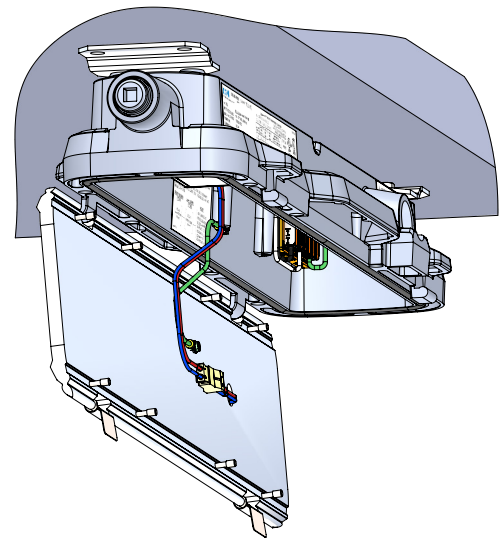

Figure 2. Raccord de moteur DEL en position ouverte pour l'entretien
4. Tirer sur les agrafes de retenue pour dégager le moteur d'éclairage du boîtier du pilote et faire pivoter en position ouverte le moteur d'éclairage tandis qu'il est supporté par les crochets du boîtier (voir figure 2).
7. Retirer la vis de mise à la terre du raccord de moteur DEL (voir figure 2).
11. Brancher le fil de mise à la terre au raccord de moteur DEL de rechange (voir figure 2). Serrer la fixation à un couple de 20 po-lb (2,3 N-m).